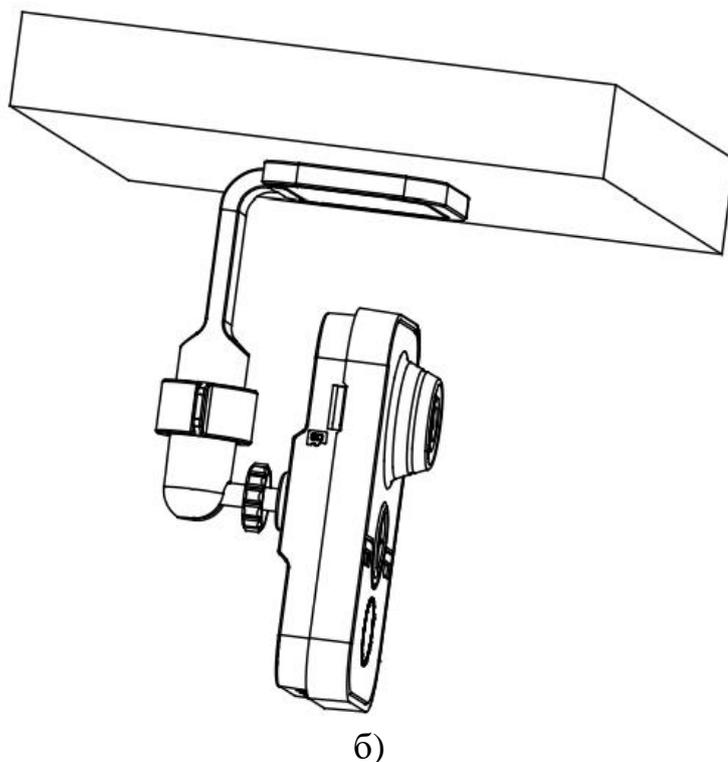

Рисунок 5 - Установка видеокамеры на кронштейне
- закрепите кронштейн на стене при помощи крепежных элементов из состава изделия (рисунок 5, а). Для различных стеновых покрытий требуются различные крепежные элементы.
- выберите требуемую зону обзора видеокамеры. Ослабьте стопорное кольцо, отрегулируйте положение наклона и поворота. Затяните стопорное кольцо после установки камеры в нужное положение (рисунок 5, б).